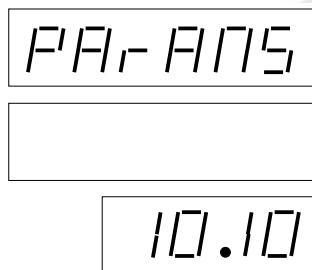

Рис. 13 Параметры
- в 1-й строке (строка общей стоимости) отобразится „PAgAMS“ *см. рис. 13*.